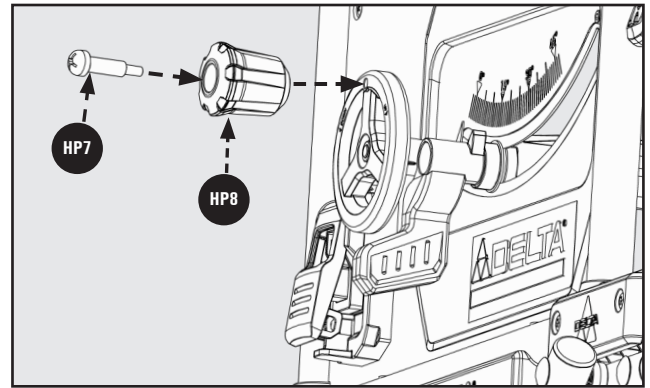

FIGURA 6
1. Insertar el pomo del volante Tornillo de hombro **HP7** en la perilla de ajuste de altura **HP8** como se muestra en la Figura 6.